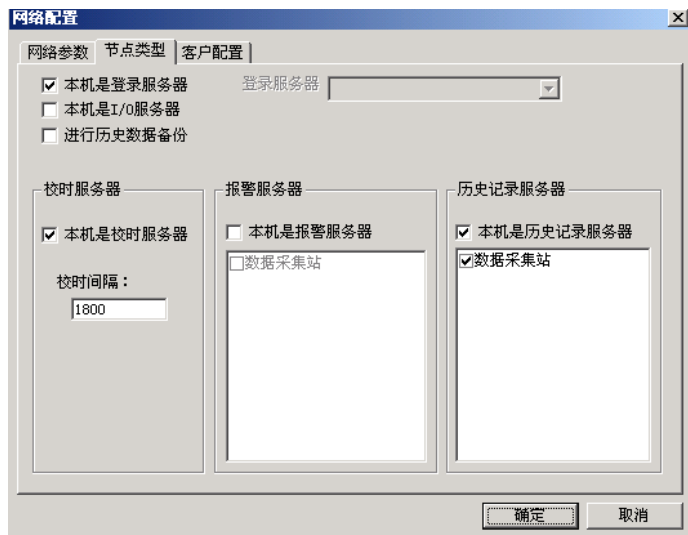

图 21.27 定义历史记录服务器
- ◇ “历史数据站”的配置：在网络配置下的节点类型中定义为“本机是历史记录服务器”。并且在下面的列表框中选中“数据采集站”，表示本机充当“数据采集站”这一个站点的历史记录服务器。如下图 21.27 所示。